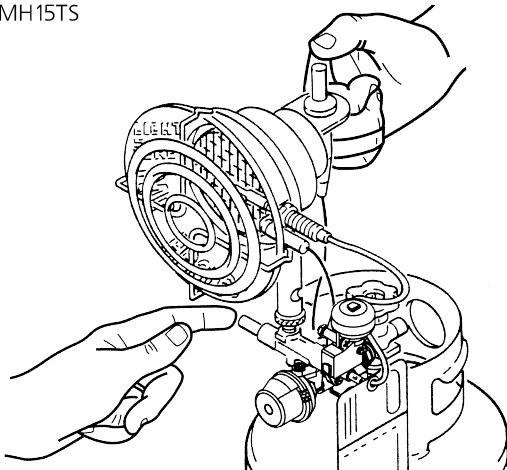

Figura 5
**ENCENDIDO OPCIONAL:** para encender el calentador, coloque una cerilla encendida a través de la pantalla de malla donde se puede ver "light here" en el reflector. (encender aquí). (Ver la figura 5)